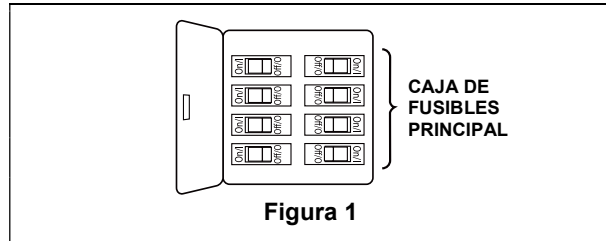

Figura 1
- Retire la esfera de suspensión del conjunto de tubo bajante / esfera de suspensión, aflojando el tornillo de fijación de la esfera hasta que esta caiga libremente por el tubo bajante. Retire el pasador del tubo bajante y luego retire la esfera de suspensión. Conserve el pasador y la esfera de suspensión para volver a instalarlos en el paso 6. (Figura 1)
Para evitar una posible descarga eléctrica, asegúrese de que la electricidad esté desconectada en la caja de fusibles principal antes de colgar. (Figura 1)
- Para ajustar el código en la unidad receptora, deslice los interruptores de inmersión a las mismas posiciones que las establecidas en el control remoto. (Figura 1)